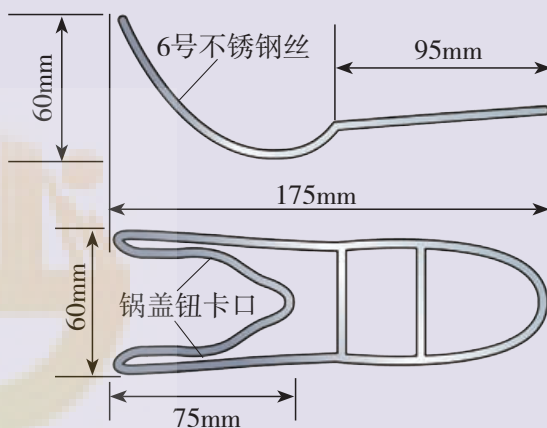

图1-70 防烫锅盖扳手结构
几种不同的结构，经过多次改进，最后改用不锈钢丝代替细铁丝，并确定为如图1-70的结构：前端（锅盖钮的卡口）呈弯曲上翘的V形，如同张开的两只手指；后端是不锈钢把手。在试用中又对以下几方面进行了改进：①V形卡口的大小、弧度、深浅要根据锅盖钮的大小进行调整；②把手的宽窄、长短要合适，用起来要方便；③不锈钢把手传热快，需用塑料扁电线将把手缠绕起来以便隔热。至此，发明就完成了（图1-71、图1-72）。